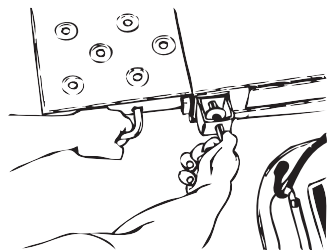

Figure 6
- Si vous avez un chariot de remorquage qui est muni de rampes de chargement à tirer (Figures 6 et 7), tirez les deux rampes complètement vers l'extérieur pour procéder au chargement. Pour dégager chaque rampe de chargement, tirez vers l'extérieur et maintenez la goupille de verrouillage (à ressort) de la rampe de chargement. Tirez la rampe de chargement vers l'extérieur du chariot de remorquage et vers l'arrière pour la sortir sur une courte distance, puis relâchez la goupille de verrouillage.
- Si vous avez un chariot de remorquage qui est muni de rampes de chargement à tirer (Figures 6 et 7), soulevez et poussez les rampes de chargement vers l'intérieur des compartiments de rangement pour les rampes, jusqu'à ce que chaque goupille de verrouillage puisse s'engager dans le trou de chaque rampe de chargement pour qu'elle y reste.
- Si vous avez un chariot de remorquage qui est muni de rampes de chargement à tirer (Figures 6 et 7), tirez les deux rampes de chargement complètement vers l'extérieur. Pour dégager chaque rampe de chargement, tirez vers l'extérieur et maintenez la goupille de verrouillage (à ressort) de la rampe de chargement. Tirez la rampe de chargement vers l'arrière sur une courte distance, puis relâchez la goupille de verrouillage. Continuez de tirer la rampe de chargement vers l'extérieur jusqu'à ce qu'elle s'arrête, puis abaissez-la jusqu'au sol. Les deux rampes de chargement doivent être sorties complètement vers l'extérieur afin de